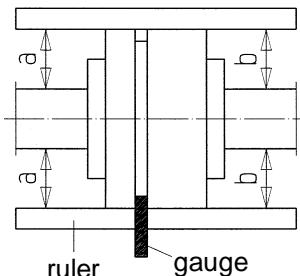

Рис. 4: Центровка с помощью линейки (ruler) и щупа (gauge).
- ЦЕНТРОВКА СЧИТАЕТСЯ ПРАВИЛЬНОЙ при сохранении одинакового расстояния от линейки, положенной по оси сверх обеих полумуфт, до каждого из валов при повороте тех на любой угол; также, при независимом повороте полумуфт на различные углы, зазор между их концами, измеряемый щупом или цифровым указателем, должен оставаться неизменным см. Рис. 4 и 5.